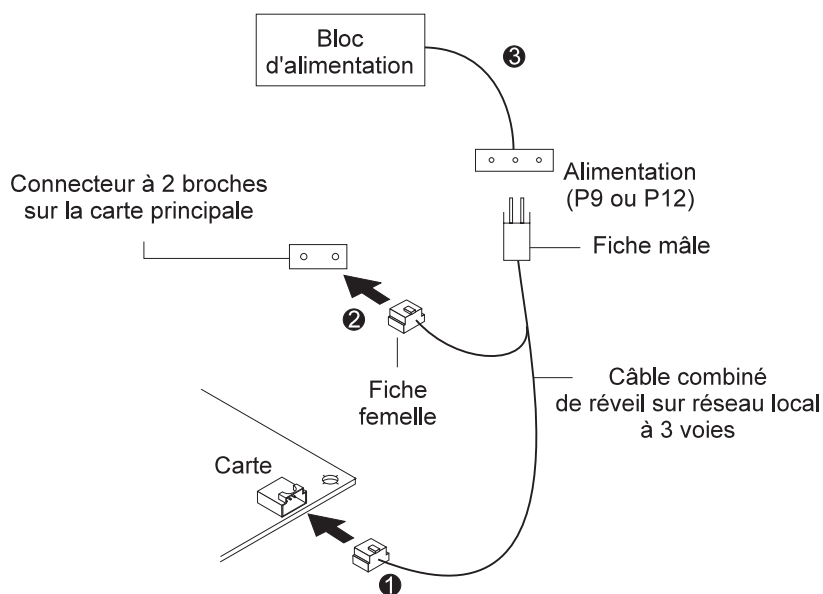

Figure 2-4. Connexion au PC des câbles de signal et d'alimentation
- Un câble combiné d'alimentation électrique et de signal de réveil sur réseau local à trois voies (référence IBM 08L2558). Comme l'indique la figure 2-4, à la page 2-7, il permet de connecter la carte au PC doté de connecteurs d'alimentation électrique et de signal distincts. L'extrémité de ce câble, qui est dotée d'une seule fiche femelle, se branche sur la carte. L'autre extrémité, dotée d'une fiche mâle et d'une fiche femelle, vient se brancher sur le PC.
- 1 Branchez la fiche femelle du câble combiné à trois voies sur le connecteur à trois broches de la carte, comme indiqué à la figure 2-4, à la page 2-7.